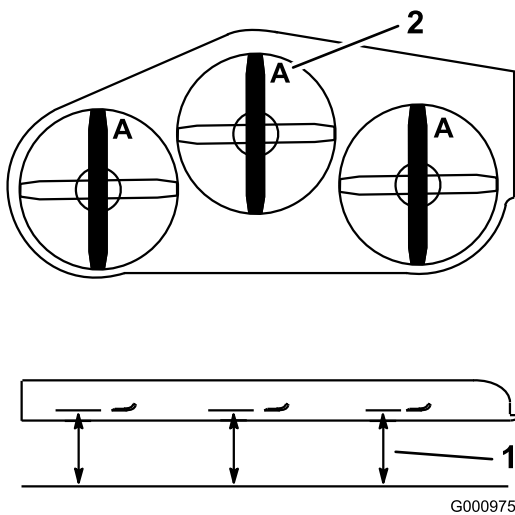

Figura 88
3. Con la máquina ubicada en una superficie nivelada, coloque una cuchilla en posición longitudinal. Mida en la posición A desde una superficie nivelada hasta el filo de corte de los extremos de la cuchilla (Figura 88).